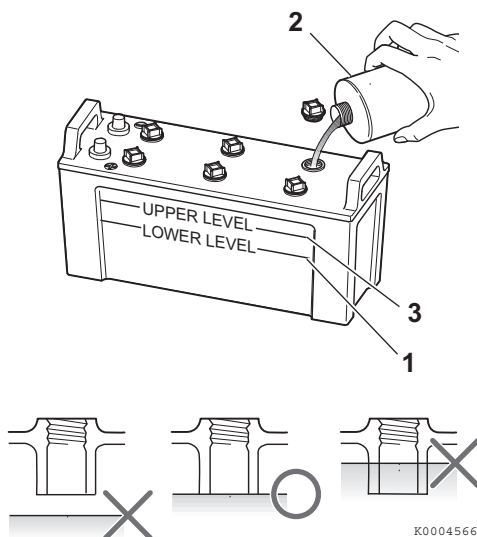

Abbildung 12
4. Liegt der Füllstand unter dem Minimum (**Abbildung 12, (1)**), mit destilliertem Wasser (**Abbildung 12, (2)**) (im Supermarkt erhältlich) bis zur oberen Markierung (**Abbildung 12, (3)**) der Batterie auffüllen.